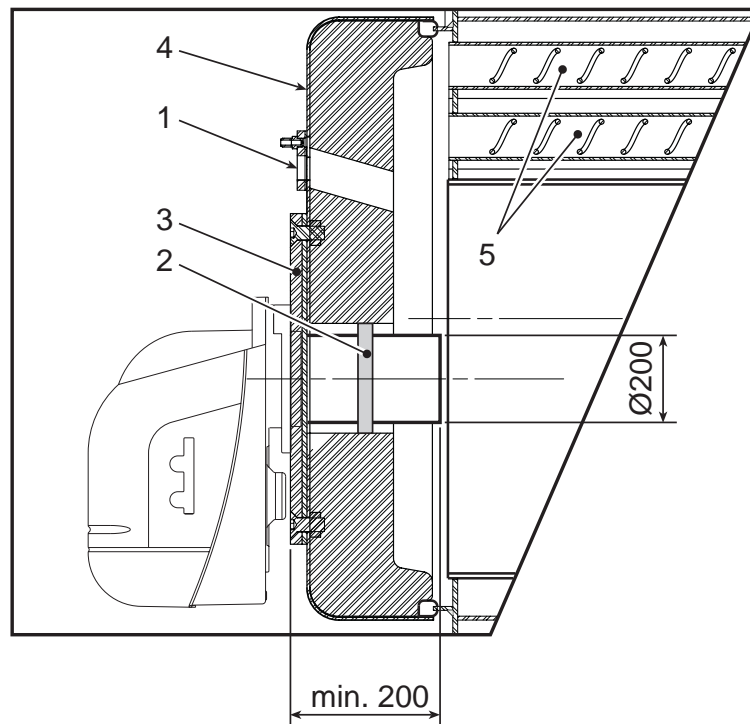

fig. 3
2.2 Collegamento del bruciatore (fig. 3)